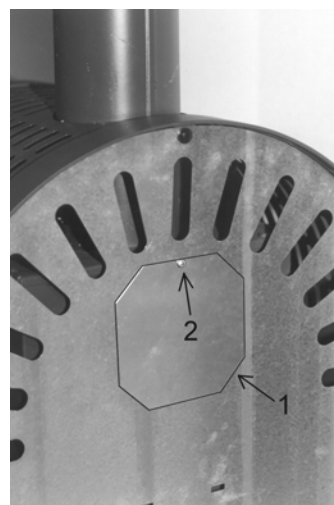

Abbildung 12: Ölofen Viking 468.50
3. Das Loch vor dem Rohrstutzendeckel in der Geräte rückwand muß unbedingt abgedeckt werden, andernfalls ist eine Beeinträchtigung von Wärmestrahlung auf die Stellwand (z.B. Tapete) nicht auszuschließen! Montieren Sie dafür die beigelegte Abdeckscheibe (1) mit der Blechschraube (2) an der Rückwand (siehe Abbildung 12).